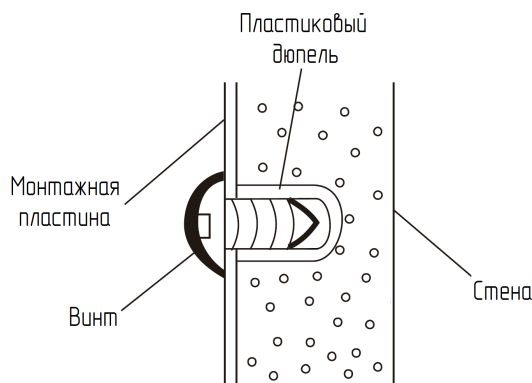

Рисунок 5.5 – Монтаж в стену
- 2) Закрепите монтажную пластину винтами (см. рисунок 5.5).